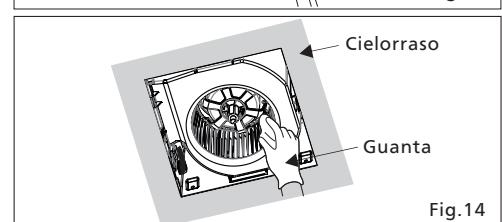

Fig.14
4. Con un trapo humedecido en detergente de cocina, quite la suciedad del cuerpo del ventilador. Quite los restos con un trapo limpio y seco. (Fig.14)